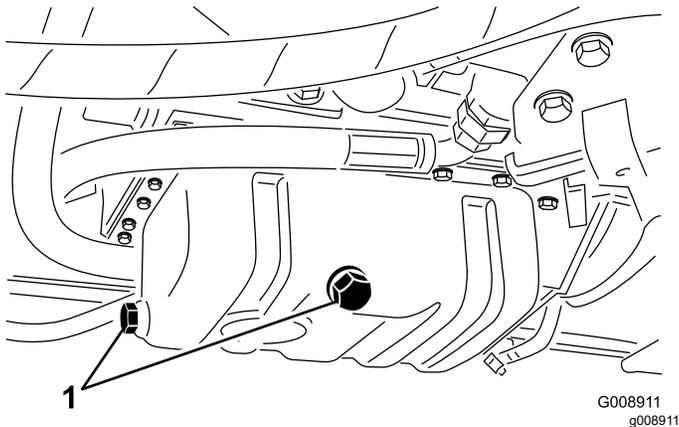

Figure 70
3. Enlevez un des bouchons de vidange (Figure 70) et faites couler l'huile dans un bac de vidange; remettez le bouchon en place lorsque la vidange est terminée.